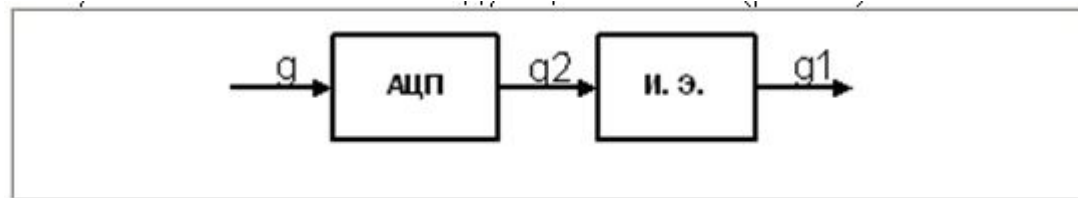

Рис. 9.
- Таким образом, КВС описывается следующей схемой (рис. 9):